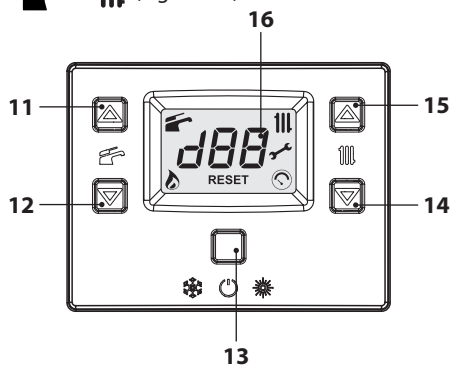

Figura 2.3
- Tenere premuto per 2 secondi il tasto 13 fino a far apparire sul display entrambi i simboli  e  (Figura 2.3).